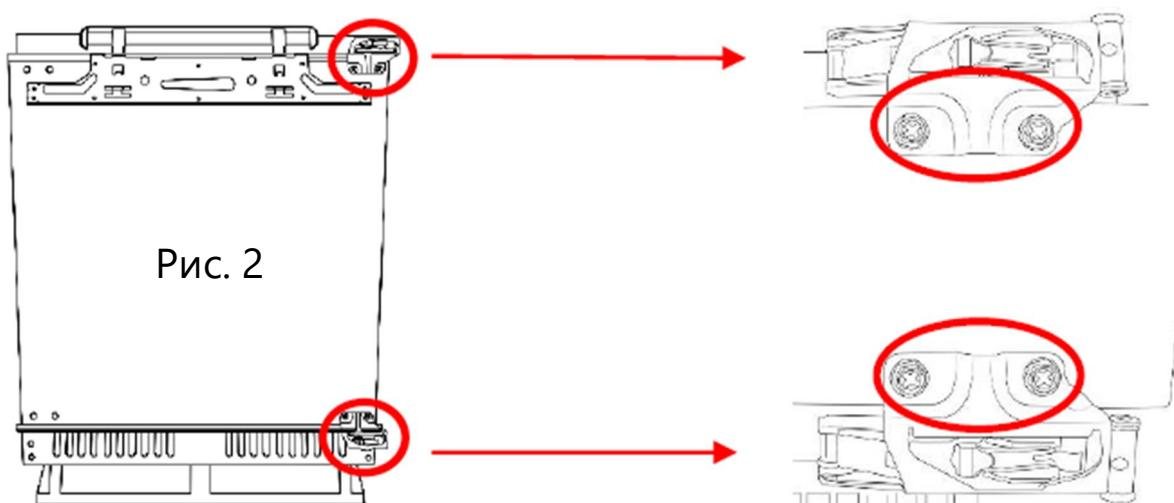

Рис. 2
2. При закрытой двери снимите винты с верхней и нижней петель, которые удерживают дверь прибора на петлях. Сначала снимите винты с верхней петли, потом с нижней (Рис.2).